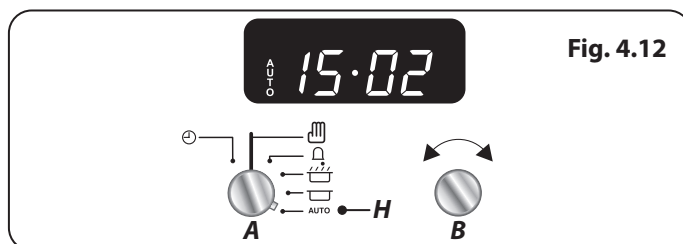

Fig. 4.12
5. Vrid **timervredet (A)** till inställningen **Auto (H)** (**Fig. 4.12**). Om displayen visar innevarande klockslag och ordet "AUTO", är ugnen inställd på att sättas på och stängas av.